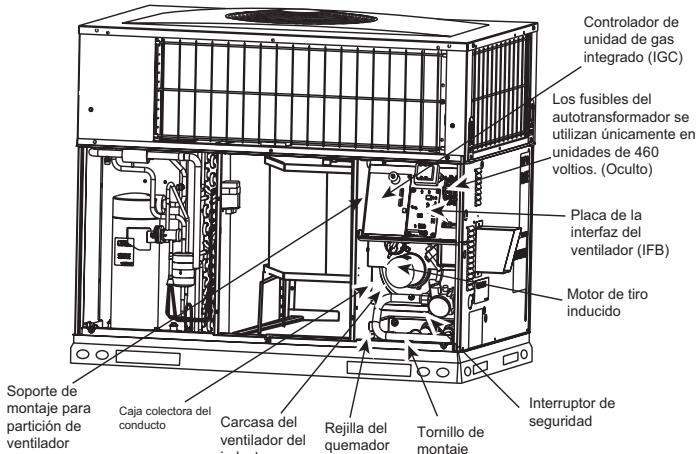

Fig. 17 – Carcasa del soplador y caja colectora del conducto
2. Quite los 11 tornillos que sujetan la cubierta de la caja colectora del conducto (consulte la Fig. 17) al conjunto del intercambiador de calor. Inspeccione los intercambiadores de calor.
La unidad está equipada con un sistema de encendido por chispa directa con 100 % de bloqueo. El módulo de encendido (IGC) está ubicado en la caja de control (consulte la Fig. 17). El módulo contiene un LED de autodiagnóstico. Durante el mantenimiento, consulte el diagrama de etiquetas o la Tabla 6 de estas instrucciones para la interpretación del LED.
5. Quite el soporte de montaje de la partición del ventilador (2 tornillos ubicados en el lado izquierdo del compartimiento de control en el panel de la partición del ventilador). Deslice el soporte hacia delante, primero la parte inferior, para quitarlo. (Consulte la Fig. 17).
7. Quite el tornillo de montaje que fija el bastidor del quemador a la base de la unidad (consulte la Fig. 17).
8. Deslice parcialmente el bastidor del quemador hacia afuera de la unidad (consulte la Fig. 17 y la Fig. 20). Quite el encendedor y los cables del sensor del conjunto del quemador. Quite los cables del interruptor de seguridad.
9. Deslice el bastidor del quemador hacia afuera de la unidad (consulte la Fig. 17 y la Fig. 20).